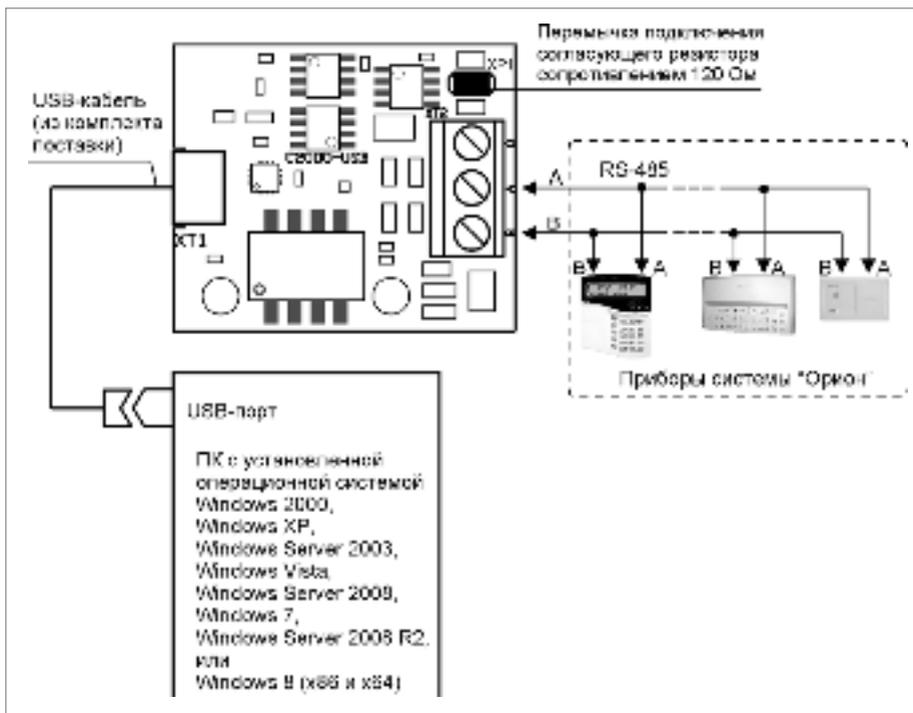

Рисунок 6. Схема внешних соединений «C2000-USB»
1.3. Подключите преобразователь в соответствии с проектной документацией и схемой на рис. 6.